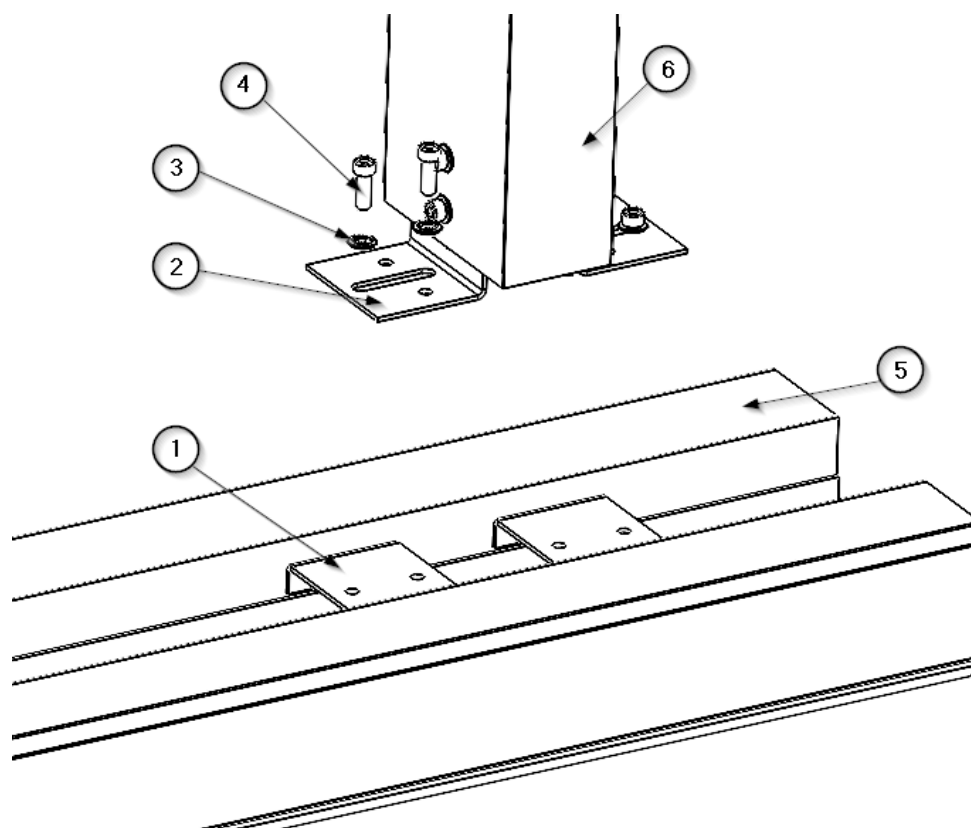

Fig. 11 Schéma d'ancrage d'une section du corps principal de l'ATLAS sur un tuyau de descente
A l'intérieur de chaque tête suspendue ⑤ (corps principal) se trouvent des supports ①, des vis à tête cylindrique M8 x 25 mm ④ et des rondelles de blocage S10 ③ pour la connexion aux plaques ② qui se trouvent sur les tuyaux de descente ⑥. Voir la figure 11.